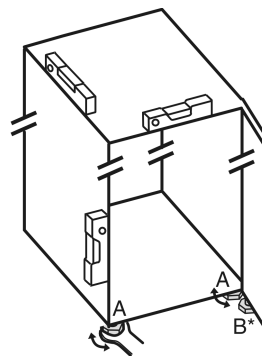

Fig. 4
- Stellfüße Fig. 4 (A) mit beiliegendem Gabelschlüssel und mit Hilfe einer Wasserwaage herausdrehen, bis das Gerät fest und ebenstehend ausgerichtet ist.
► Stellfuß Fig. 4 (B) am Lagerbock mit beiliegendem Gabelschlüssel herausdrehen, bis er auf dem Boden aufliegt.
► Stellfuß Fig. 4 (B) um 90° weiter drehen.